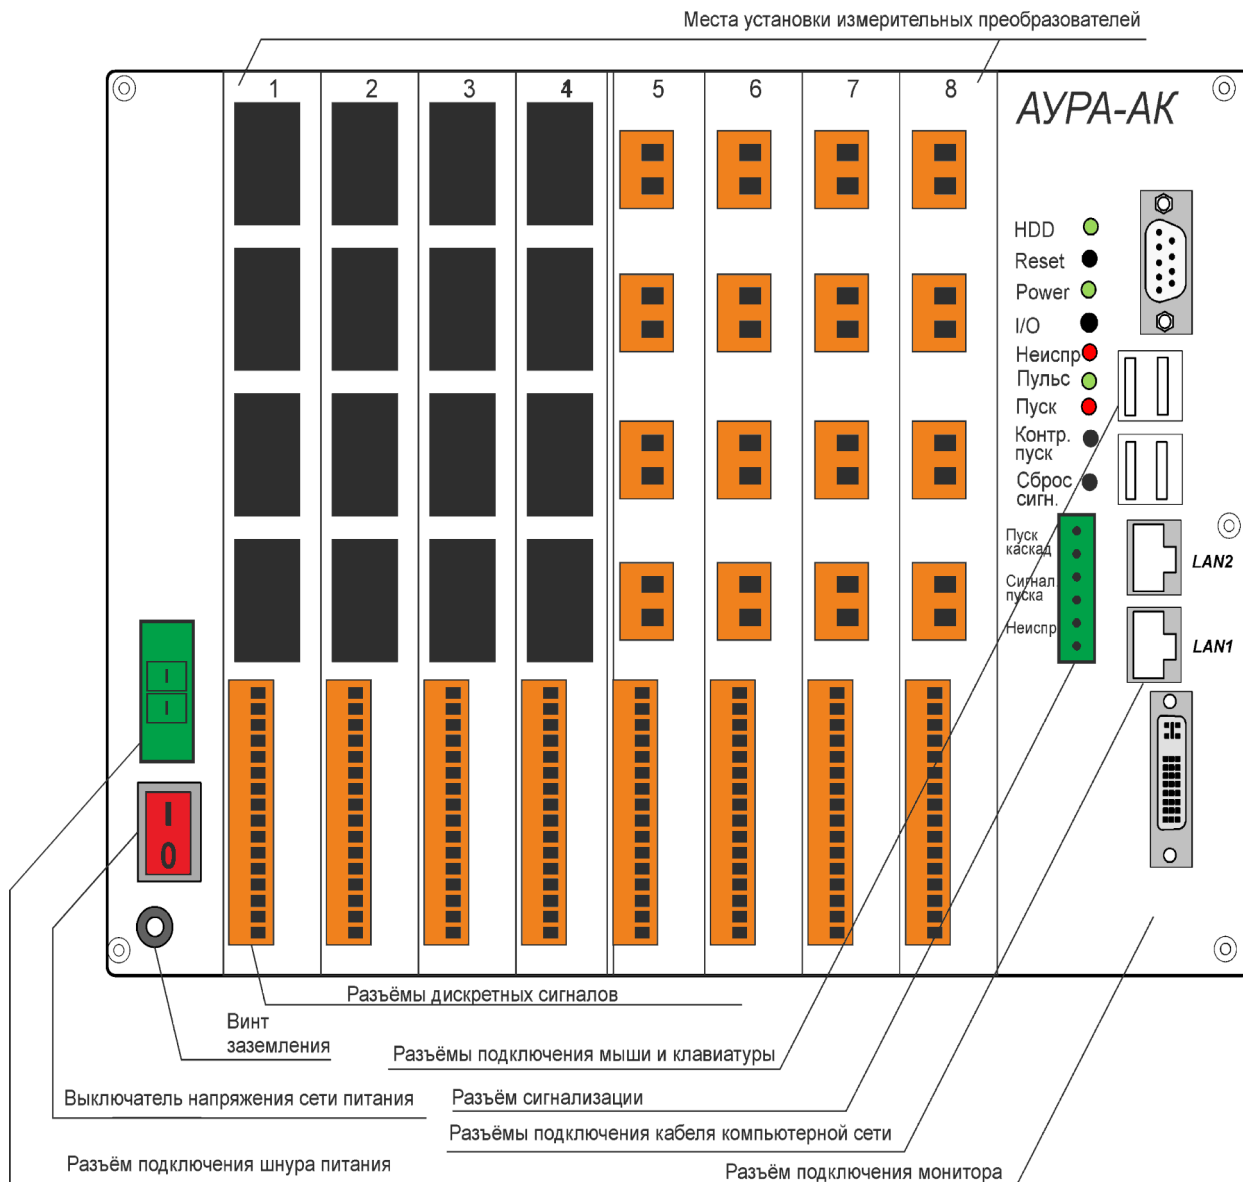

Рисунок 6. Лицевая панель регистратора
1.4.1.4 На лицевой панели системного блока (рисунок 6) расположены